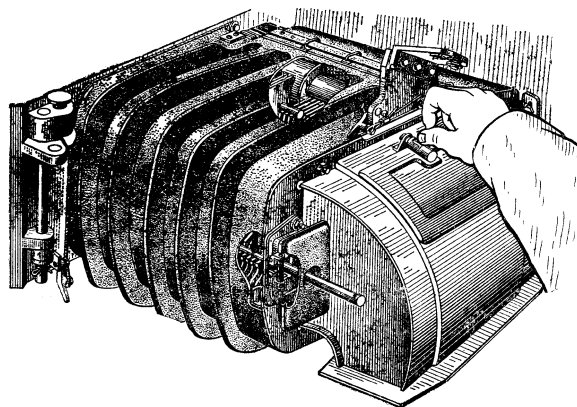

Рис. 10. Зняття кришки горловини гвинтового рукаву системи живлення гармати 2А42
- знімає чохли з гвинтового рукаву та гнучкого елемента системи живлення, знімає кришку горловини гвинтового рукаву (рис. 10) та вкладає її всередині машини у гільзоланкозбірник;